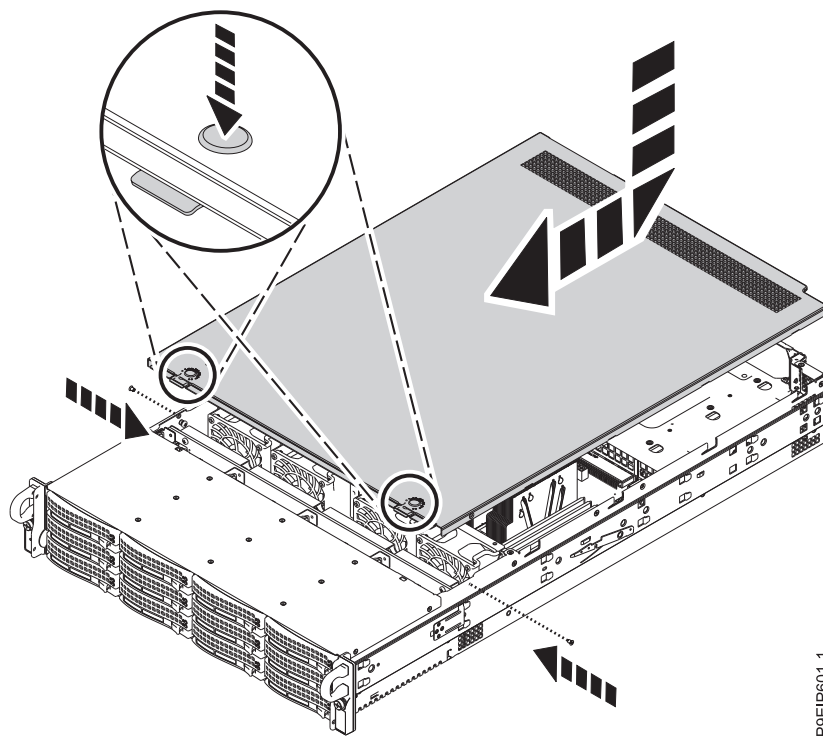

図 68. カバーの再取り付けと固定
2. カバーを所定の位置に収まるまで前方にスライドさせます (図 68 を参照)。